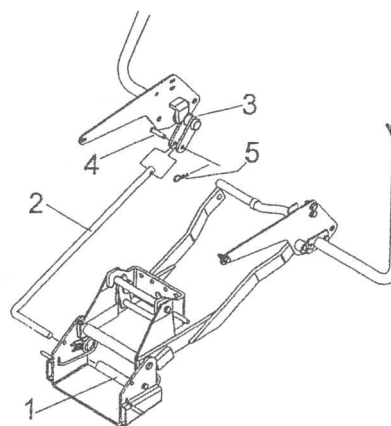

Figure 8
Glisser la barre de poussée (fig. 8, item 2) dans le tube soudé au support de pivot (item 1). Installer l'autre bout à la fourche du bras de relevage (item 3) et fixer avec la goupille (item 4) et la goupille à ressort 2.5 mm (item 5).